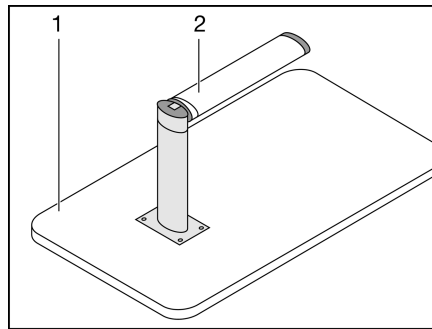

Fig. 52 Base de cama
- Levantar 45° aprox. el tablero de mesa (Fig. 52,1) por delante.
- Tirar hacia abajo de la parte inferior de la pata de apoyo articulada (Fig. 52,2) y abatirla 90°.